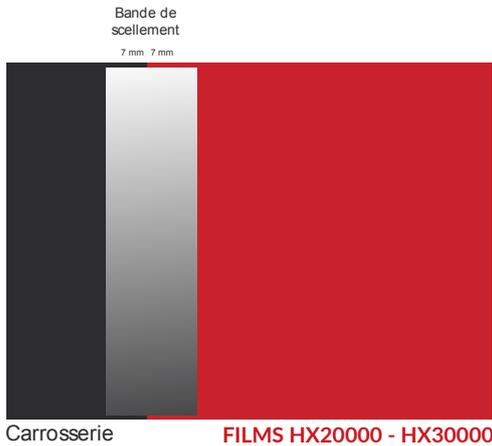

Figure 42
- › Coller la bandelette en la superposant sur environ 7 mm de carrosserie et 7 mm de film HX20000 - HX30000. (FIG. 42)